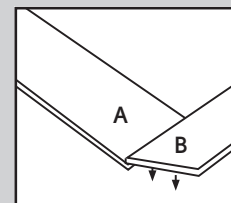

Fig. 4a
4. Neem een plank 'A' en een plank 'B' en leg ze neer zoals hieronder getoond. Kantel de voorste rand van plank 'B', schuif de voeg samen en leg plat neer (Fig. 4a & 4b).